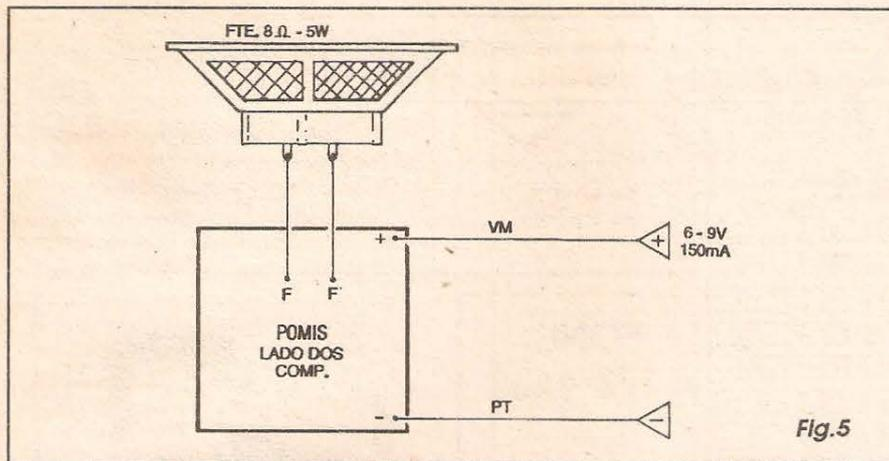

Fig.5
- FIG. 5 - CONEXÕES EXTERNAS À PLACA - No diagrama que detalha as conexões externas à placa, esta é sempre vista pelo seu lado não cobreado (o mesmo ocupado pelas peças que lhe ficam diretamente *em cima*...), porém com os componentes já soldados, *invisibilizados*, de modo a não atrapalhar a interpretação... As ligações da POMIS são poucas e simples, já que basta conectar os terminais do alto-falante (ou *tweeter*) aos pontos F-F, através de pedaços de cabinho isolado, além de ligar os fios a alimentação (estes, sim, com respeito à polaridade...) aos pontos "+ e "-", de preferência usando o código universal de fio **vermelho** para o **positivo** e fio **preto** para o **negativo**... Notar que tanto usando na alimentação pilhas (num suporte), quanto bateria (ligada via *clip*) ou mesmo uma fonte comercial, muito provavelmente essa correspondência padronizada de cores/polaridades, será encontrada, ficando assim bem fácil a interpretação...